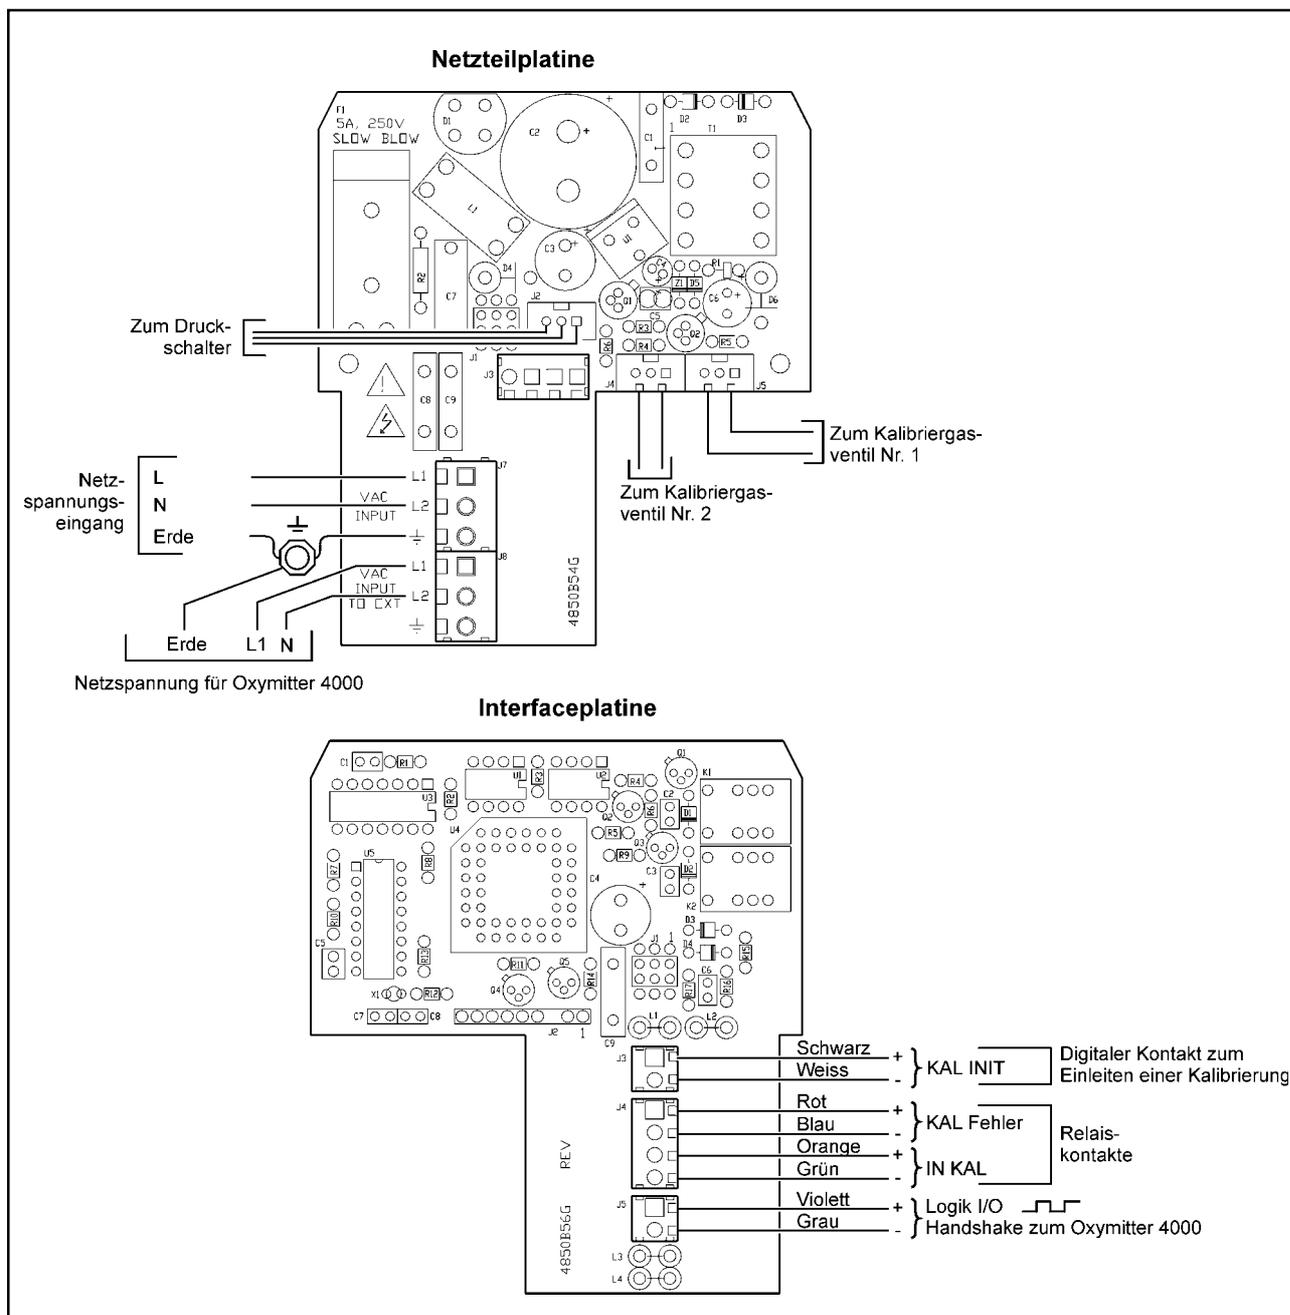

Abbildung VI-12 Anschlüsse auf der Interface- und Netzteilplatine SPS 4000
- ❑ **Schritt 7** Soll die Netzteilplatine gewechselt werden, so entfernen Sie das Netzkabel vom Anschluss J7 sowie die Netzversorgung für den Oxymitter vom Anschluss J8. Nun werden die Anschlüsse für die beiden Kalibriergasventile von J4 und J5 entfernt. Zuletzt erfolgt das Lösen der Anschlüsse für den Druckschalter von J2 (vgl. Abbildung VI-12 zur Lage der Anschlüsse auf der Netzteilplatine). Soll die Interfaceplatine gewechselt werden, so entfernen Sie zunächst alle Anschlüsse von den Klemmen J3 (Kal Init), J4 (Relaiskontakte) sowie J5 (Logik-I/O)